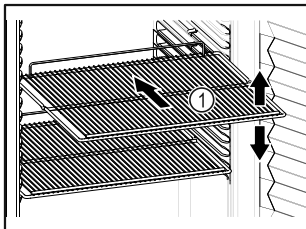

Fig. 31
- Jeśli ruszty do składowania Fig. 31 (1) są ruchome, należy je ustawić odpowiednio do wysokości.